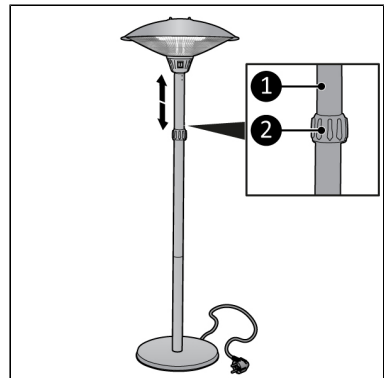

Abbildung 37.
Achten Sie beim Einstellen der Höhe (Abbildung 37) auf den vorgeschriebenen Mindestabstand.
2. Lösen Sie den Einstelltaster (Abbildung 37, Pos. 2) und schieben Sie das verstellbare Rohr (Abbildung 37, Pos. 1) auf die gewünschte Höhe.